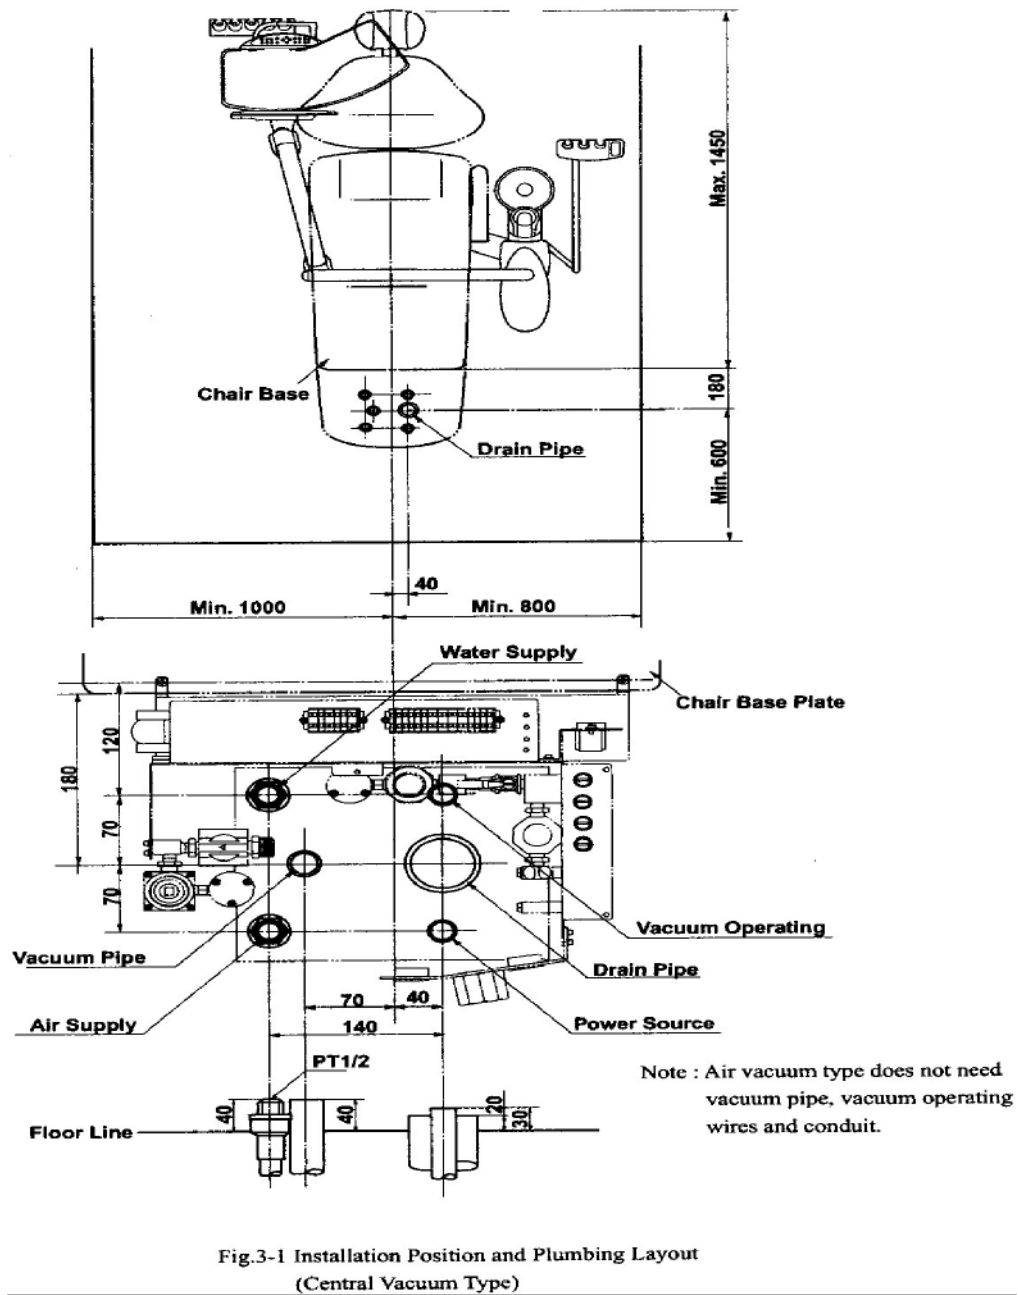

Fig. 3-1 Position d'installation et tuyaux (système d'aspiration centralisé)
- (1) L'équipement dentaire Clesta II comprend un fauteuil, un crachoir, une tablette pour le praticien et un éclairage.
- (2) Le Clesta II doit être monté en tenant compte du tuyau d'évacuation. Cf page 7, fig.3-1.
- (3) L'endroit où sera installé le Clesta II (environ 250 Kg) doit pouvoir supporter une charge de 250 Kg/m²
- (4) La figure 3-1 montre la position finale recommandée du fauteuil Clesta II.
- (1) Tous les tuyaux et canalisations ainsi que tous les câbles doivent être installés dans le sol et sortir du sol.
- (2) Voir figure 3-1 pour la position d'installation et la longueur de chaque tuyau et de chaque câble au-dessus du sol.
- (3) Voir tableau 1 pour les dimensions, matériaux et embouts recommandés.
- (4) Pour l'installation de l'aspiration chirurgicale, suivez les recommandations fournies par le fabricant du système.
- (5) Les tuyaux doivent être installés de façon à ce qu'ils ne soient pas pliés.